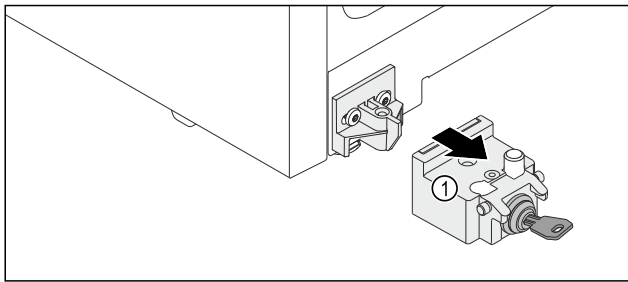

Fig. 11
- ▶ Schließvorrichtung Fig. 11 (1) nach vorne entnehmen.